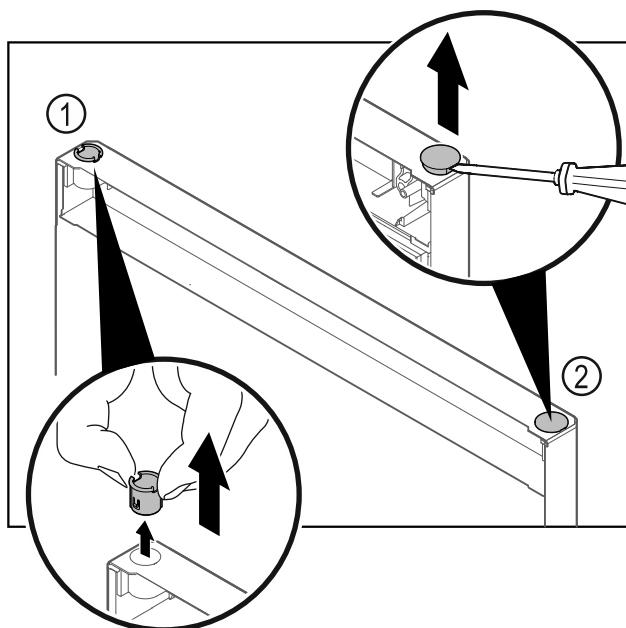

Fig. 15
- ▶ Træk hængselbøsningen Fig. 15 (1) ud med fingrene.
- Løsn afdækningsproppen Fig. 15 (2) forsigtigt med en flad skruetrækker, og træk den ud.